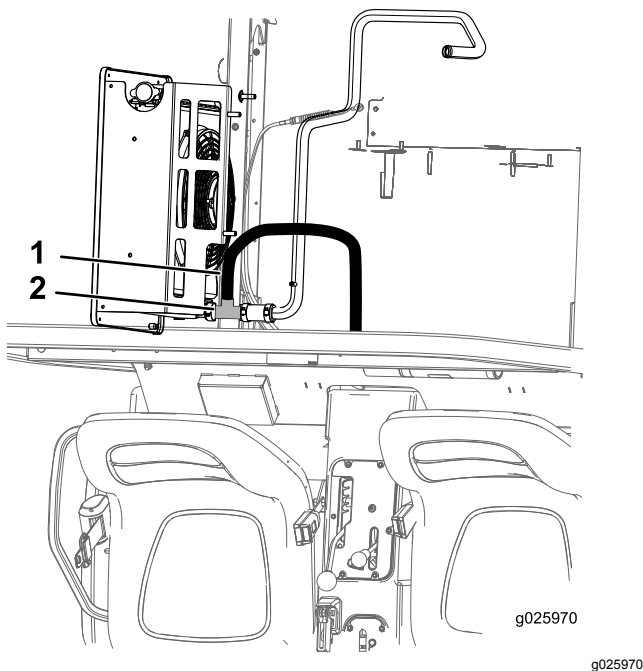

Figure 10
4. Coupez le flexible inférieur du radiateur et branchez le raccord en T à chaque extrémité coupée au moyen de 2 colliers larges (Figure 10).